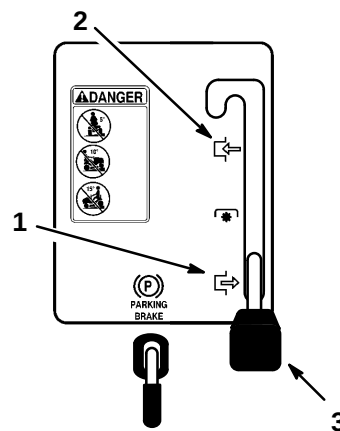

Abbildung 4
2. Den Mähwerkbetätigungshebel auf "ENGAGED" (eingekuppelt) stellen (Abb. 4).
2. Den Mähwerkbetätigungshebel auf "DISENGAGED" (ausgekuppelt) stellen (Abb. 4).